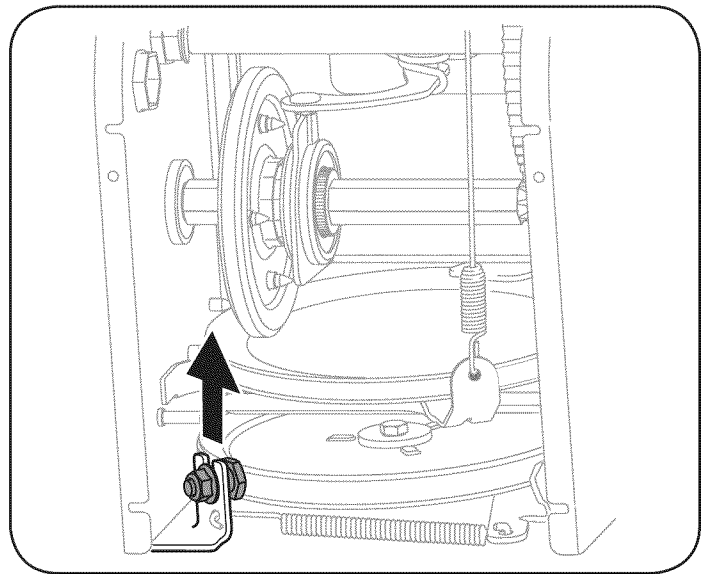

Figura 24
6. Afloje y retire el tornillo con reborde que actúa como guarda de la correa. Vea la Figura 24.